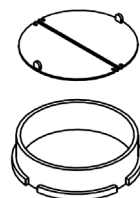

Fig.2
Hvis du ønsker, at emhætten skal arbejde med aftræk, skal du benytte et rør med en indvendig diameter på 120 mm. Den damp, der opstår ved madlavning, bliver ledt bort ved hjælp af et rør, som skal forbindes med en tilslutningsring (Fig.2). Røret forbindes med en ventilationsåbning i væggen.
- Fastgør tilslutningsring ved emhættens udledsåbning (Fig.2 ).
- Tilslut tilslutningsringen ved emhættens udløbsåbning (Fig. 2),